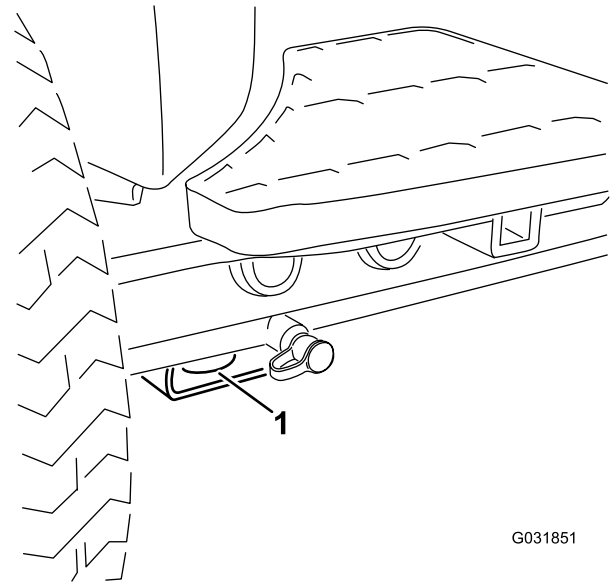

Figura 37
- Delantero – el orificio del bloque rectangular, debajo del tubo del eje, al interior de cada rueda delantera (Figura 37).